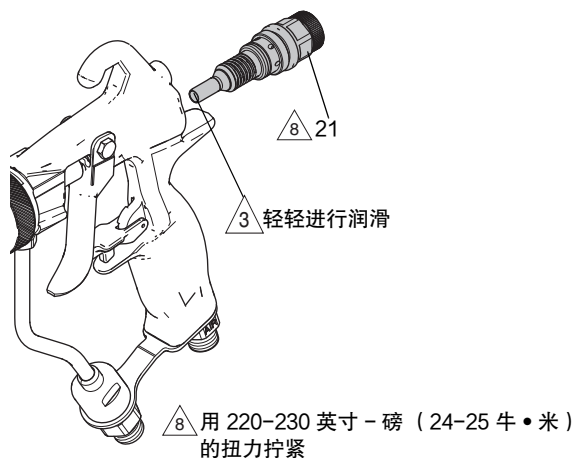

图 43: 空气套筒安装
清洁空气套筒外壳	图 43、第 30
3. 将组件 (21) 从喷枪中滑出。
5. 润滑空气润滑剂喷嘴并将空气筒组件 (21) 旋入喷枪后部。用 220 英寸 - 磅 (24-25 牛 · 米) 的扭力拧紧。参见图 43。
7. 润滑空气阀喷嘴 (21a)、并将其旋入喷枪后部。用 220-230 in- 英寸磅 (24-25 牛米) 的扭力拧紧。参见图 43。
2. 使用喷枪工具 (29) 从喷枪背面松开空气套筒组件 (21)。
3. 将空气套筒组件 (21) 从喷枪中拉出。参见图 43。
7. 润滑空气阀 (21a)、并将空气套筒组件 (21) 安装到喷枪后部。用 220-230 in- 英寸磅 (24-25 牛米) 的扭力拧紧。参见图 43。